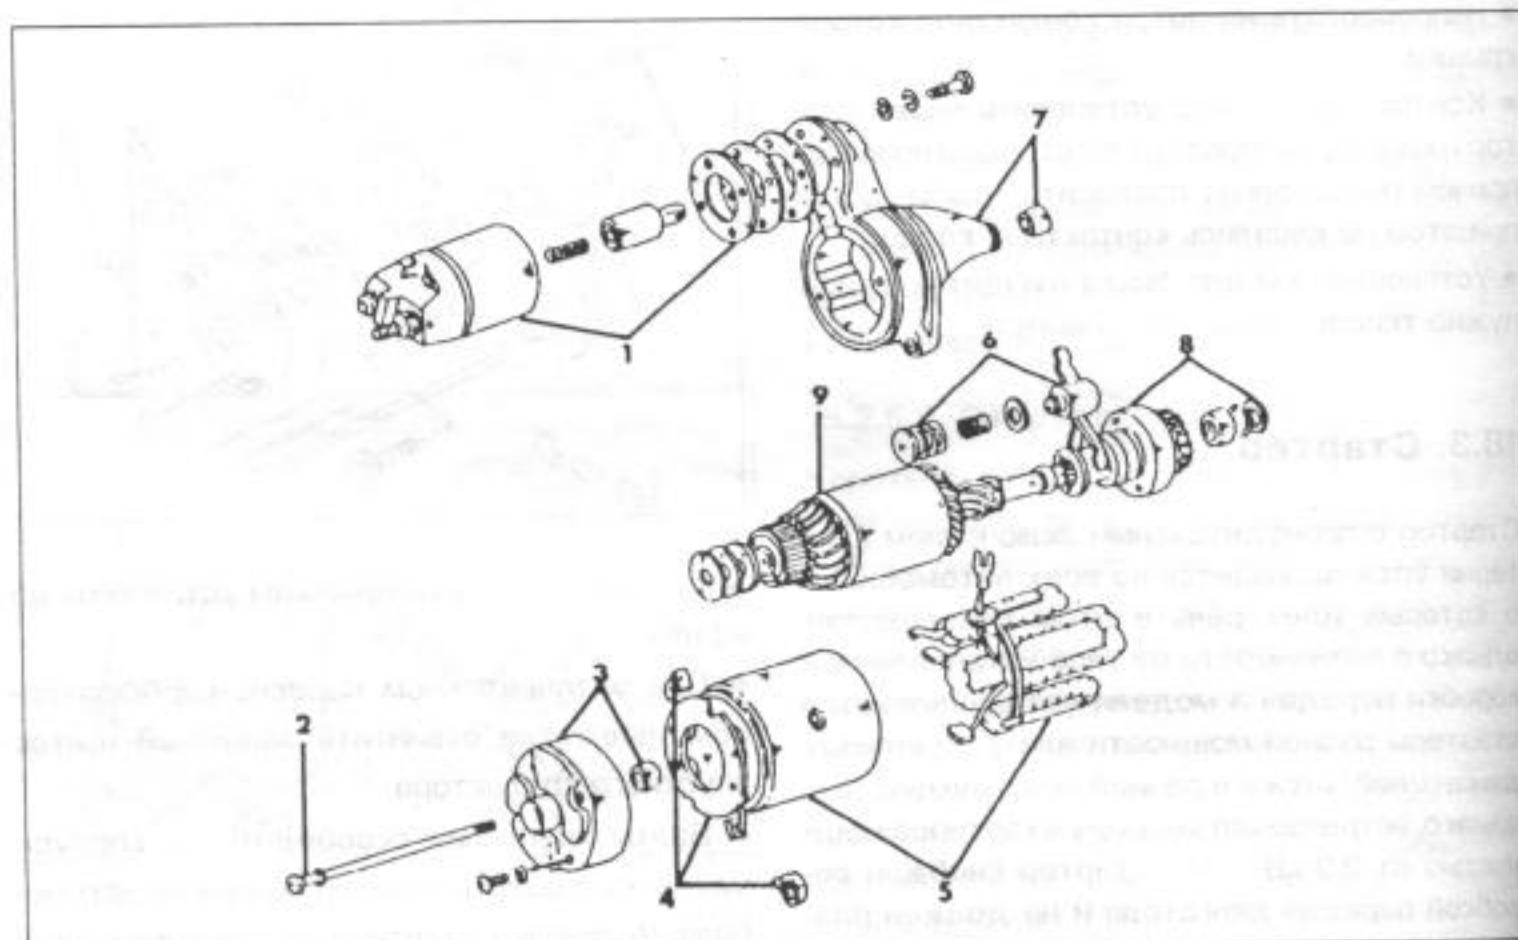

Рис.255.
На рис.255 показан монтажный рисунок стартера, как он установлен у 1,6-литрового, 2-литрового двигателя с 8 клапанами и у ДОНС-двигателя. Стартеры, применяемые у двигателей с 12 клапанами и у дизельных двигателей, имеют дополнительный внутренний привод и поэтому не должны разбираться. Если следовать нижеприведенному тексту, можно все же проводить большинство работ.
- Рычаг включения привода правильно установить по кругу (рис.255).